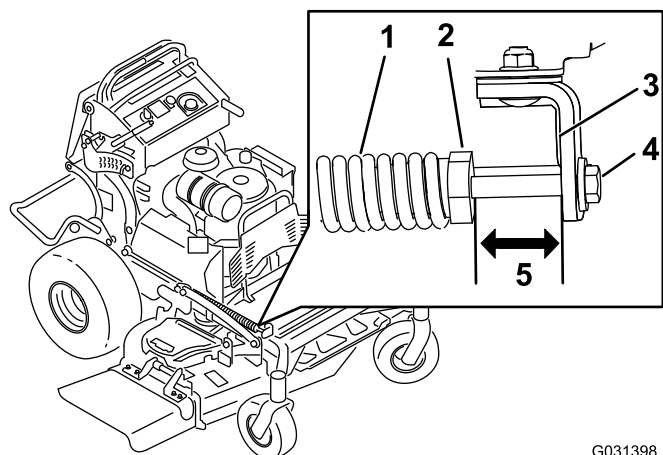

Figura 85
2. Compruebe la distancia entre la tuerca del muelle y el lado trasero del soporte de montaje soldado (Figura 85).
3. Asegúrese de que la longitud sea de 47 a 50 mm (Figura 85).
4. Si es necesario, ajuste la distancia ajustando el perno situado en la parte delantera del soporte de montaje (Figura 85).